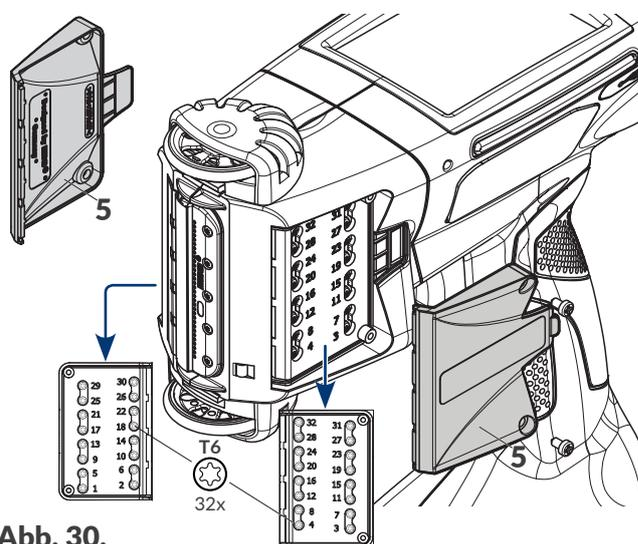

Abb. 30.
1. Mit dem Kreuzschraubendreher lösen Sie die Befestigungsschrauben von Deckeln **5** an beiden Seiten des Druckers (siehe **Abb. 30**).
15. Nach Erzielen einer ausreichenden Druckqualität schließen Sie den Justiervorgang ab und bauen die Deckel **5** wieder an (siehe **Abb. 30 auf Seite 137**).